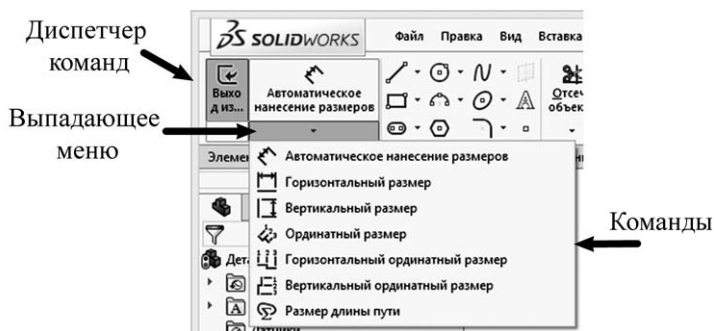

Рис. 1.7
I. В *Диспетчере команд* во вкладке «Эскиз» разворачиваем *выпадающее меню команд* «Автоматическое нанесение размеров» и выбираем соответствующую команду простановки размерной взаимосвязи (рис. 1.7).